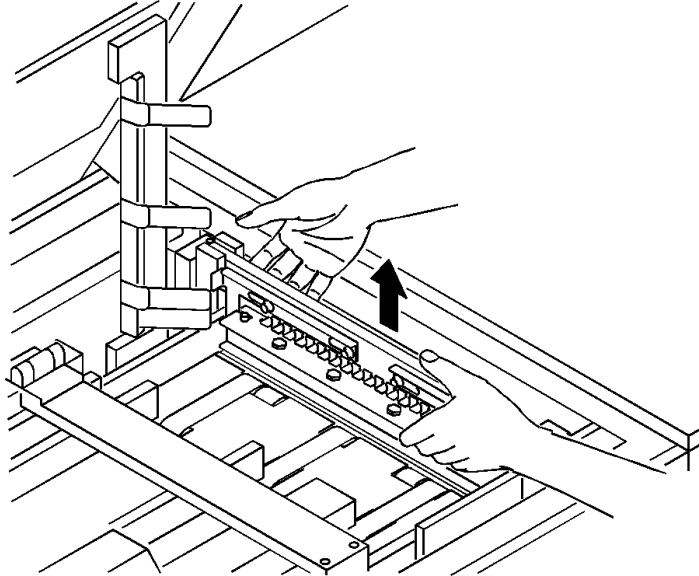

Figure 2-3: Retrait et réinstallation du dispositif de la matrice
- 6 Saisissez la base de la matrice et soulevez-la, voir Figure 2-3.